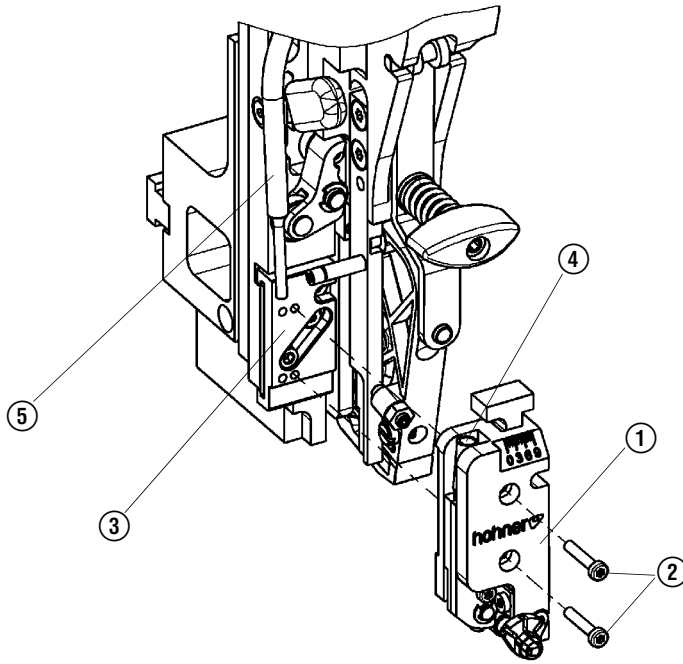
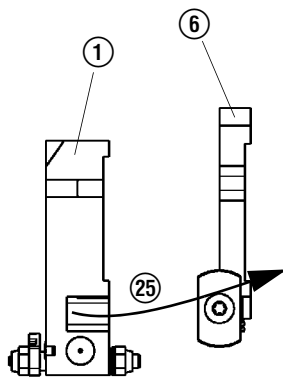
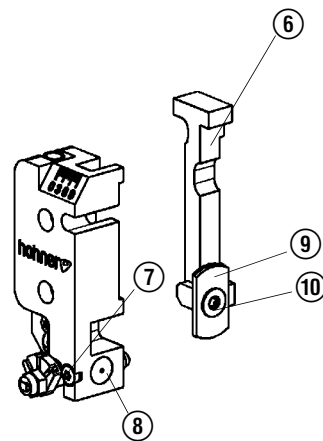
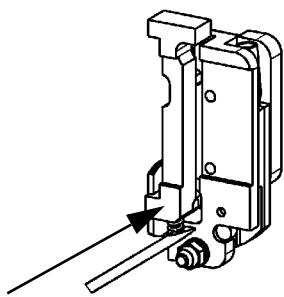

Fig. 29
Fig. 30
Fig. 31
Fig. 32
- Fig. 29 -
- Para cambiar las cuchillas, desmontar la caja portacuchillas ① soltando los tornillos ② de la guía ③.
- Fig. 30 -
- Sacar la guía deslizante de la cuchilla ⑥ de la caja portacuchillas ① (flecha A)
- Fig. 32 -
- Volver a montar la guía deslizante de la cuchilla ⑥ de nuevo en la caja portacuchillas ① (Flecha B). En este caso presionar junto el resorte de compresión de la guía deslizante de la cuchilla con un destornillador e introducirlo en la caja portacuchillas. **Observe** que el resorte de compresión no se doble.
- Fig. 29-
- Introducir el tubo-guía del alambre ⑤ en el orificio ④ de la caja portacuchillas.
- Colocar la caja portacuchillas ① sobre la guía ③ (prestar atención: la rosca de fijación derecha es para grapas normales y la rosca de fijación izquierda para grapas de ojal).
- Apretar los tornillos ②.
- Fig. 31 -
- Desenroscar el tornillo de fijación ⑩.
- Girar la cuchilla plana ⑨ o sustituirla y apretar el tornillos de fijación ⑩.